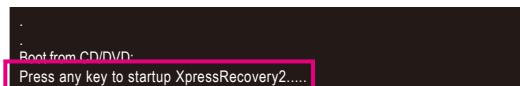

図 8
- マザーボードドライバディスクから起動して、初めて Xpress Recovery2 にアクセスします。Press any key to startup Xpress Recovery2 (図 8)というメッセージが表示されたら、どちらかのキーを押して Xpress Recovery2 に入ります。